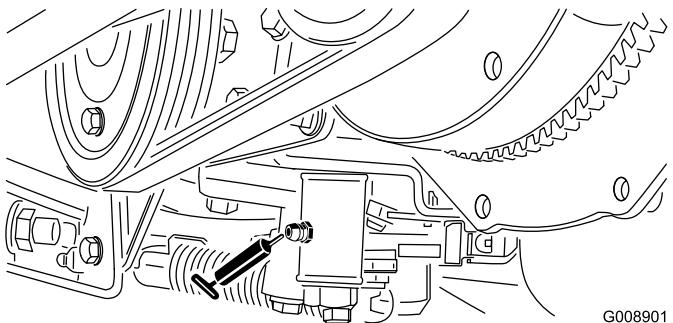

Рисунок 44
- Механизм регулировки нейтрали (Рисунок 44)